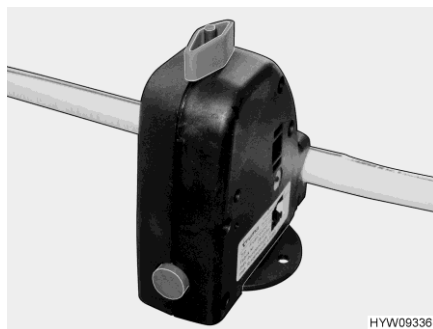

Fig. 102 Válvula de seguridad/purga
- Abrir la válvula de seguridad/purga (Fig. 102). Para ello, girar el botón giratorio (Fig. 102) a la posición longitudinal en referencia a la válvula de seguridad/purga. Lugar de instalación, véase apartado 10.2.2.